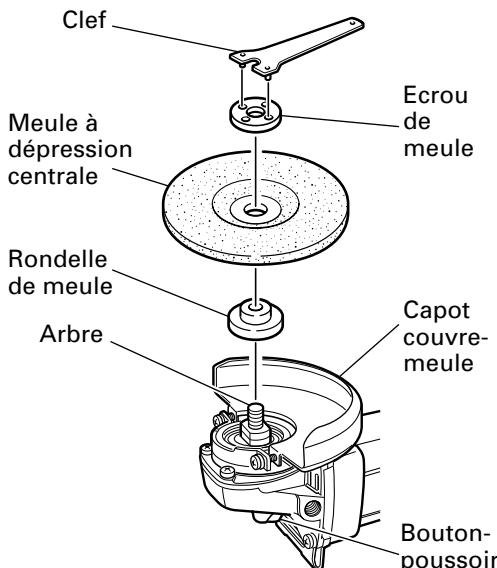

Fig. 5
10. Vérifier la bouton-poussoir. S'assurer que la bouton-poussoir n'est pas engagé appuyant dessus deux ou trois fois avant de mettre la meuleuse à disque en marche. (Fig. 5)
- (1) Mettre la meuleuse à disque à l'envers de façon que l'arbre soit dirigé vers le haut.
- (2) Aligner l'entaille de forme ovale de la rondelle de meule avec l'encoche de l'arbre, puis les attacher.
- (3) Positionner la protubérance de la meule à dépression centrale sur la rondelle de meule.
- (4) Visser l'écrou de meule sur l'arbre.
- (5) Tout en poussant sur la bouton-poussoir avec une main, verrouiller l'arbre en tournant doucement la meule à dépression centrale avec l'autre main. Serrer l'écrou de meule en utilisant la clé fournie comme montré sur la Fig. 5.